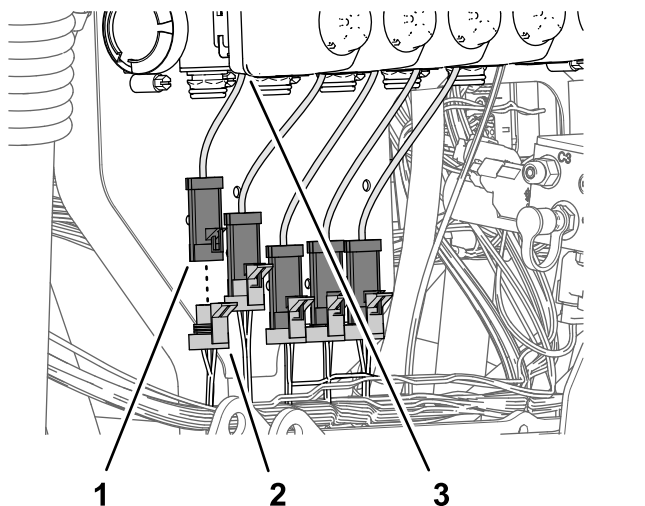

図 114
2. キットのワイヤハーネスの 89cm の枝線についている 3 ピンコネクタ 図 114 NOZZLE VALVE 1 というラ
3. キットのワイヤハーネスの 89cm の枝線についている 3 ピンコネクタ 図 114 NOZZLE VALVE 2 というラベルがついているものをバルブアクチュエーターポジション 2 の 3 ピンコネクタに接続する。
4. キットのワイヤハーネスの 89cm の枝線に残っている 3 ソケットコネクタを、バルブアクチュエーターの 3 ピンコネクタに接続する 図 114。